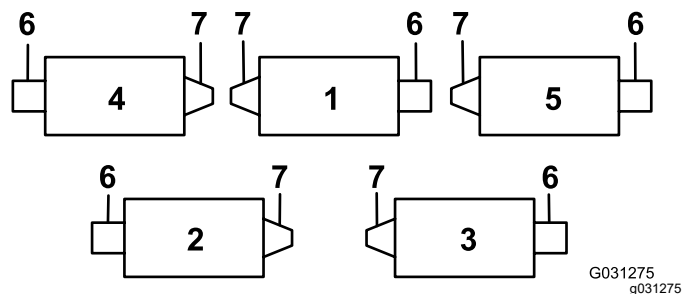

**Figure 11**
**Remarque:** La tête du boulon doit être à l'extérieur de la patte, comme montré à la Figure 11.
E. Montez le support de tige sur les pattes du plateau de coupe à l'aide des boulons de carrosserie et des écrous (Figure 11). Sur le plateau de coupe, montez le guide de flexible gauche devant les pattes du plateau quand vous reposez le support de tige (Figure 13).